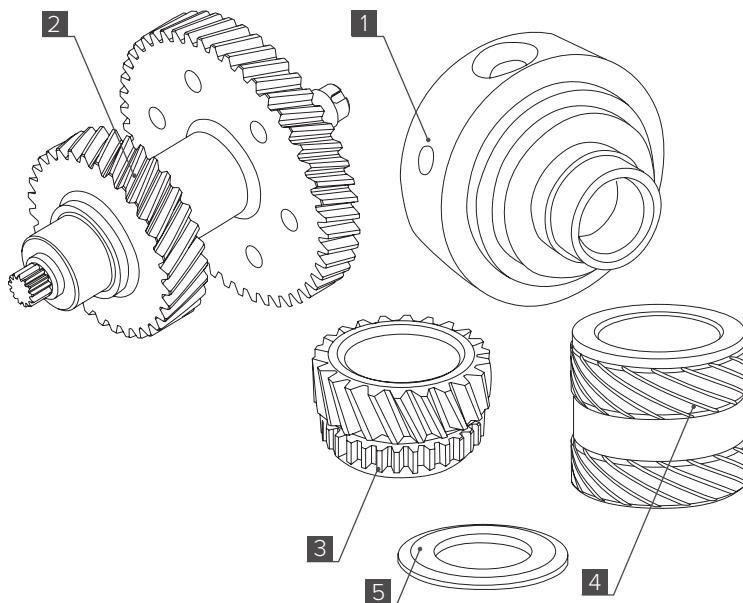

Рис. 1
- ③ **ВНИМАНИЕ:** В связи с постоянной работой по совершенствованию изделия, повышающей его надежность и улучшающей эксплуатационные характеристики, в конструкцию могут быть внесены незначительные изменения, не отраженные в настоящей инструкции.
**Элементы понижающего комплекта (Рис. 1):**